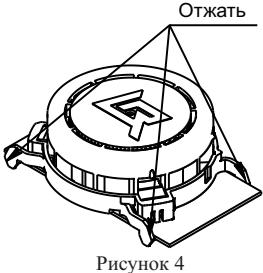

Рисунок 4
- b) отжать замки на дымовой камере (рисунок 4) и снять ее;